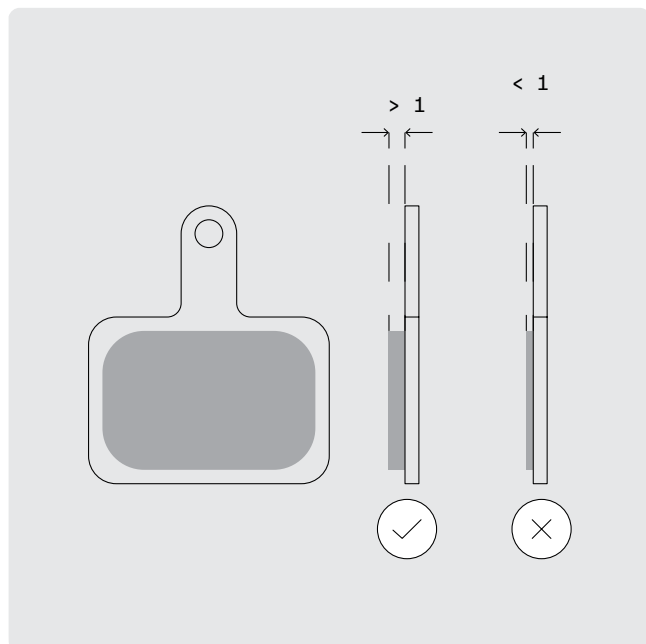

FIG. 40
- Sustituir las pastillas de freno si tienen menos de 1 mm de espesor (fig. 40). Las pastillas de freno nunca deben bajarse hasta el punto de que la placa portadora de las pastillas roce el disco de freno.